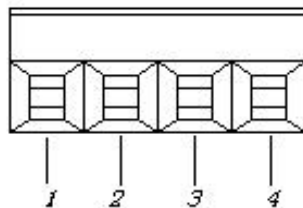

图 2.8 RS-485 接口管脚排列
- ✦ RS-232 接口，我们使用了其中的 3 根线 RXD、TXD、GND，管脚排列如图 2.8 所示，管脚功能如
- ✦ RS-485 接口，该接口有 4 个脚，分别是 485_B、485_A、R+和 R-。管脚排列如图 2.8 所示，管脚功能如表 2.5 所示。